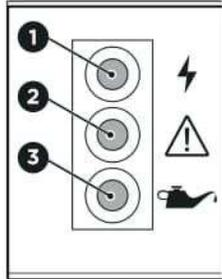

Рисунок 12.
Срабатывание индикатора низкого уровня масла 3 (рис. 12) означает, что уровень масла недостаточный. Необходимо немедленно прекратить попытки запуска двигателя и залить масло согласно соответствующему разделу данного руководства.
1. Убедитесь, что индикатор работы генератора 1 (рис. 12) на передней панели генератора светится зеленым светом.
3. При включении устройств с высоким пусковым током световой индикатор перегрузки 2 (рис. 12) может сначала загореться на несколько секунд, а затем погаснуть. Это не является неисправностью.